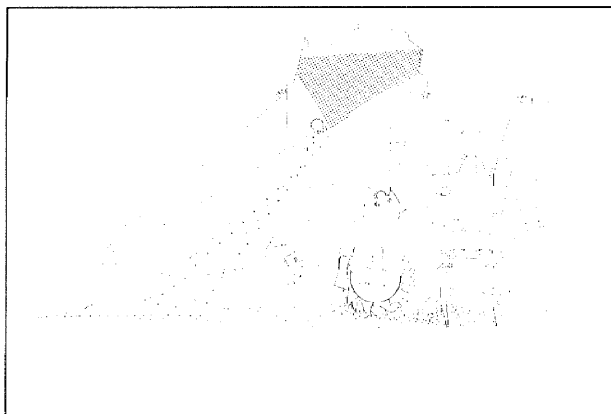

Fig. 4
- **AMAZONE-Schudegge met opbouwzaaimachine met K-scharen**(fig.4) op lichte tot middelzware grond, na het ploegen